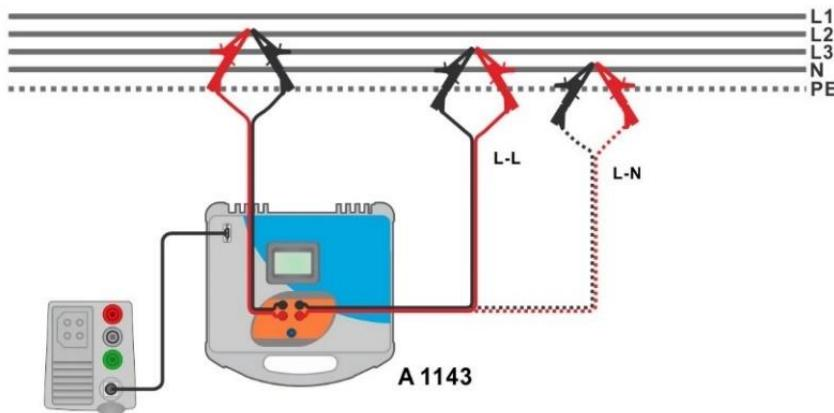

Fig. 4.61: Fase-neutral eller fase-fase høj præcision Line impedans måling – Forbindelse med A 1143
- Forbind testledninger til objektet der testes, se **Fig. 4.61**